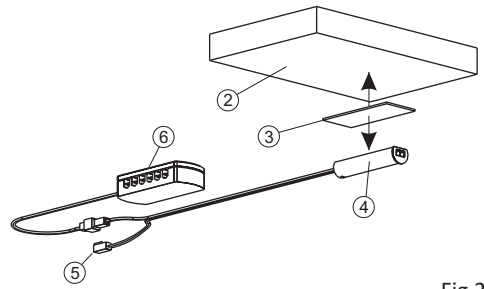

Fig 2
- L'**IR SENSOR** può essere fissato sporgente (fig. 2) sulla superficie di installazione (2) semplicemente applicando il bi-adesivo (3) nella posizione voluta (assicurarsi che il piano sia pulito) e successivamente attaccando il sensore (4) al bi-adesivo stesso.
- The **IR SENSOR** can be affixed projecting (fig. 2) from the installation surface (2), by simply applying the double-sided adhesive tape (3) in the desired position (first ensuring that the surface is clean) and then attaching the sensor (4) to the adhesive tape.
- Der **IR-SENSOR** kann auf der Installationsfläche (2) vorstehend (Abb. 2) befestigt werden, indem das beidseitige Klebeband (3) einfach an der gewünschten Position angebracht wird (darauf achten, dass die Fläche sauber ist) und anschließend wird der Sensor (4) ebenfalls am beidseitigem Klebeband angebracht.
- L'**IR SENSOR** peut être fixé en saillie (fig. 2) sur la surface d'installation (2) en appliquant simplement le bi-adhésif (3) dans la position souhaitée (s'assurer que le plan soit propre) et, ensuite, en fixant le capteur (4) au bi-adhésif.